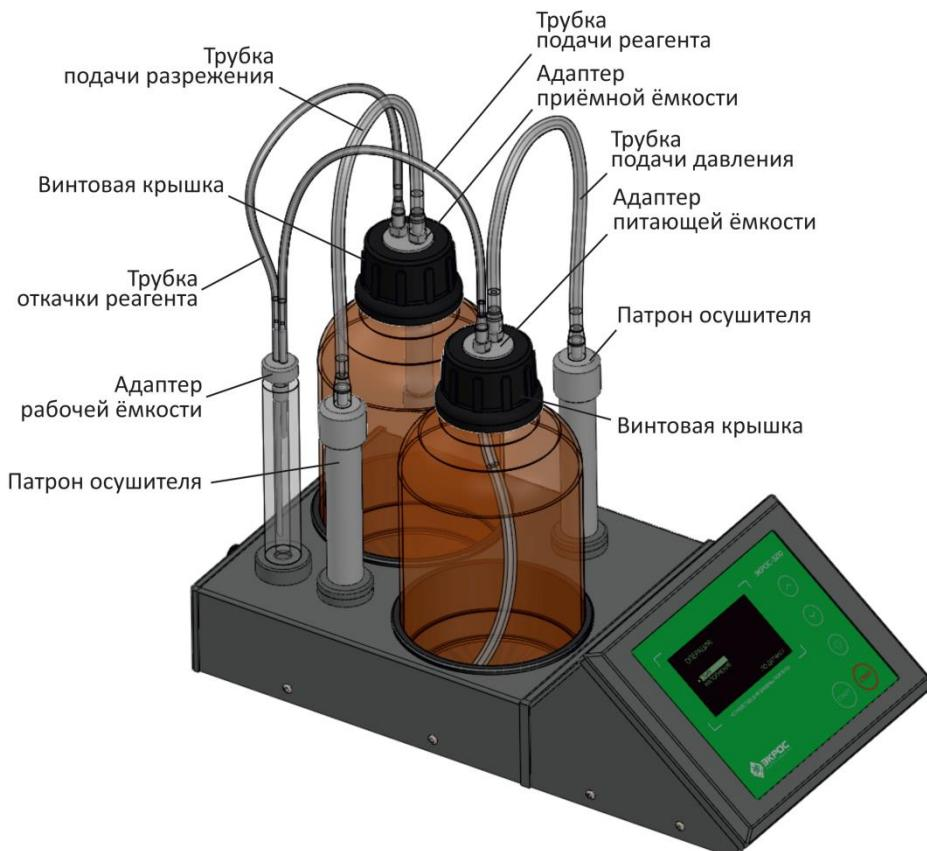

Рисунок 3
- 7.2.7. Разместить в гнёздах в задней части корпуса приёмную и питающую ёмкости, плотно закрепить на них винтовыми крышками соответствующие адаптеры и обеспечить их правильное соединение с патронами осушителя и адаптером рабочей ёмкости трубками в соответствии со схемой подключения (Рисунок 3).